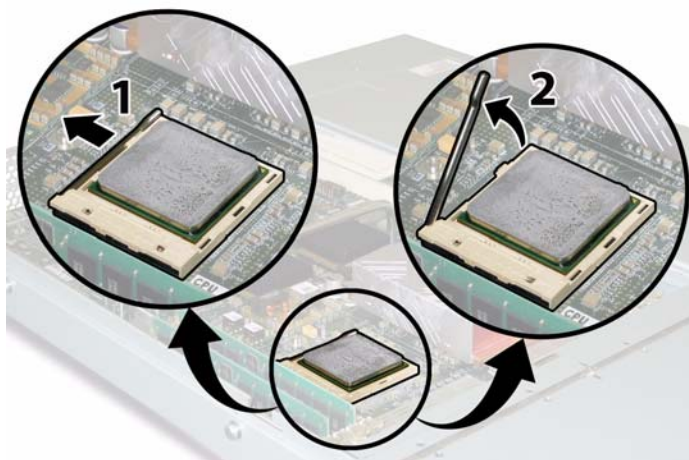

图 3-46 松开 CPU 插座拉杆
- c. 将 CPU 插座拉杆轻轻拉离插座。请参见图 3-46。